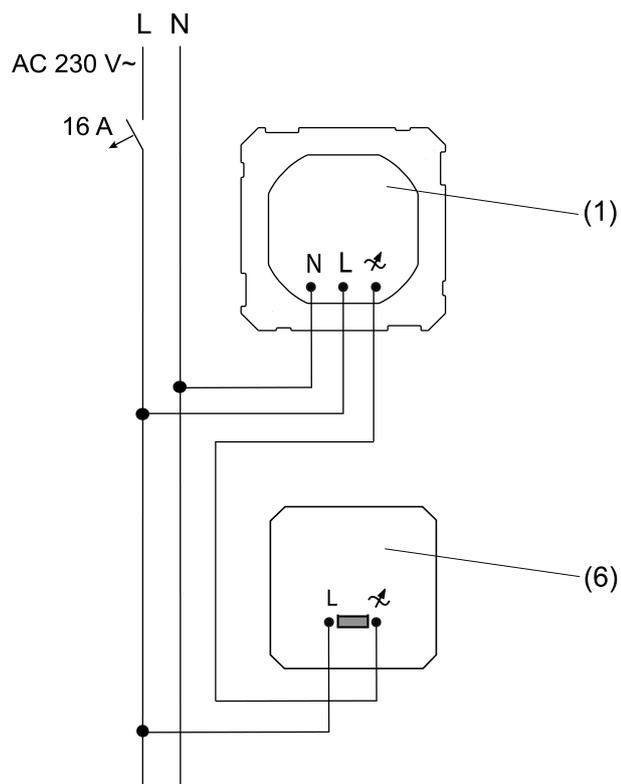

рисунок 2: Для осветительных насадок с регулированием яркости: схема подключения для двухпроводного светодиодного регулятора яркости (6)
- Подключение вставки Plug & Light для скрытого монтажа розетки (1) для насадок с регулируемой яркостью выполняется согласно следующим схемам подключения:
- Светодиодный регулятор света с двухпроводным подключением (6) (рисунок 2)